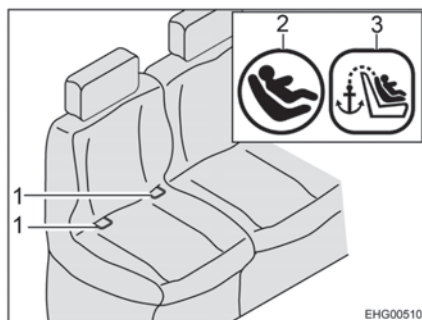
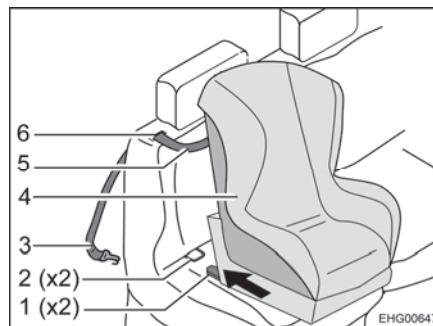

Fig. 14 Sedile con Isofix
Fig. 15 Fissaggio con Top Tether
- Far passare la cintura Top Tether (Fig. 15,5) nella fessura (Fig. 15,6) nel cuscino dello schienale (accanto al poggiatesta).
- Agganciare il gancio di fissaggio (Fig. 15,3) al punto di ancoraggio sul retro del sedile del veicolo.
- Innestare i braccetti di ritenuta (Fig. 15,1) nella staffa di supporto (Fig. 14,1 e Fig. 15,2). Al momento dell'innesto dovrebbe essere possibile sentire un "clic".
- Scuotere con decisione il seggiolino per bambini (Fig. 15,4) per verificare che sia ben fissato.